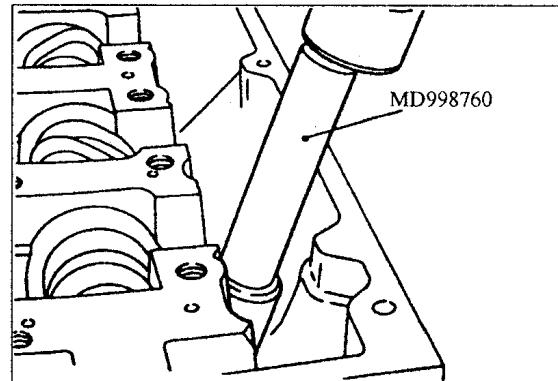

图 3-29
(1) 气门杆油封的安装
b. 用如图 3-29 所示的专用工具安装新的气门杆油封。